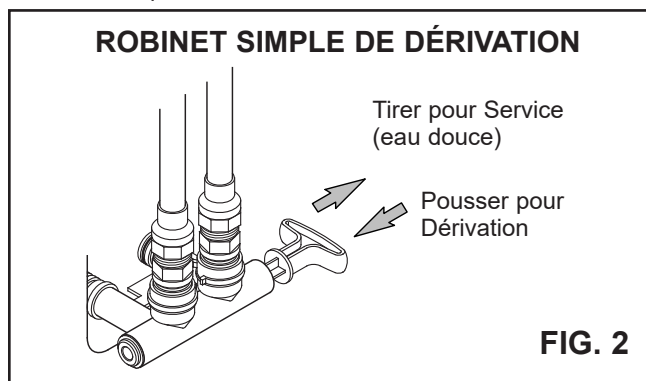

FIG. 2
- b. Mettez le ou les robinets de dérivation en position de **dérivation** (cf. Figures 2 et 6).